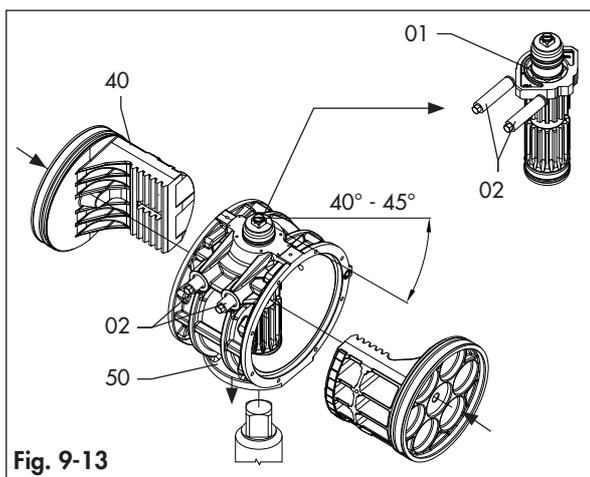

Fig. 9-13
- Inserire la connessione femmina del pignone (60/60.1) in un giunto opportunamente fissato. (Fig. 9-13)
- Ruotare il corpo (50) di circa 40° - 45° in senso orario visto dall'alto, come mostrato nella Fig. 9-13. Assicurarsi che l'octi-cam (01) sia orientata correttamente come indicato nella Fig. 9-13.